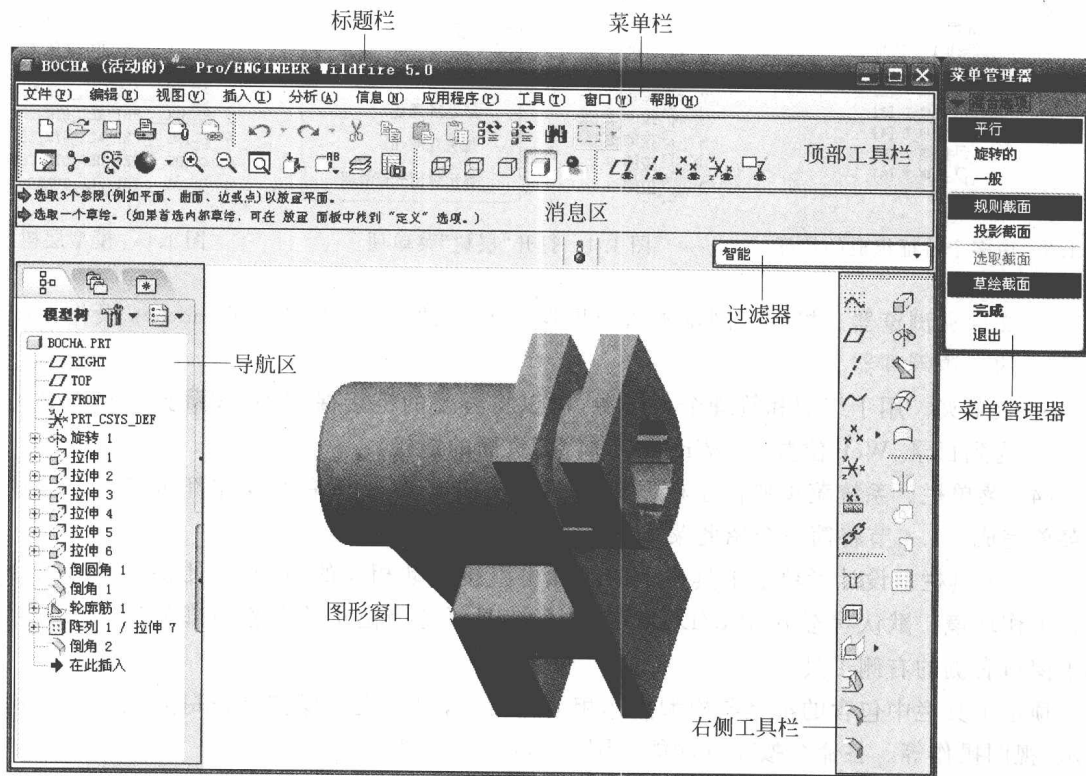
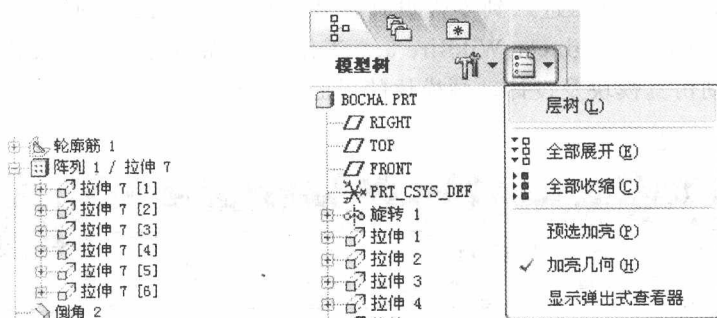

图 1.2 Pro/Engineer 工作界面
图 1.3 由多个特征组成的特征
Pro/Engineer Wildfire 5.0 启动后进入到零件设计模块后的工作界面如图 1.2 所示,本节以零件设计模块为例,介绍 Pro/Engineer Wildfire 5.0 工作界面,后面章节中将要讲述的草图模块、装配模块、机构运动仿真模块及设计动画模块的界面与此类似。
(1) 标题栏。位于 Pro/Engineer 工作界面顶端,用于显示打开模型的文件名及窗口是否活动、软件版本等信息。图 1.2 中的标题栏为 **BOCHA (活动的) - Pro/ENGINEER Wildfire 5.0**,表示当前打开的文件名为“bocha.prt”,并且此窗口当前为活动窗口,软件版本为 Wildfire 5.0。当此界面为活动窗口时,标题栏显示为蓝色;当为非活动窗口时,标题栏显示为灰色。
(2) 图形窗口。图形窗口是 Pro/Engineer 的主要工作区,用于显示建立的模型。
(3) 导航区。导航区有 3 个选项卡,分别为:  “模型树(或层树)”、 “文件夹浏览器”、 “收藏夹”。单击每个选项卡都可以打开相应的面板。
- 模型树。列出了活动文件的所有特征,包括点特征、面特征、实体特征等,并以树状结构按层次列出。在零件图中,其顶部对象是模型的名称,如“bocha.prt”,下面显示的为组成此模型的特征,其中特征前面有  或  的表示此特征由多部分组成,如图 1.3 所示,特征“阵列 1”由多个拉伸特征构成,单击  展开特征、单击  叠起特征。